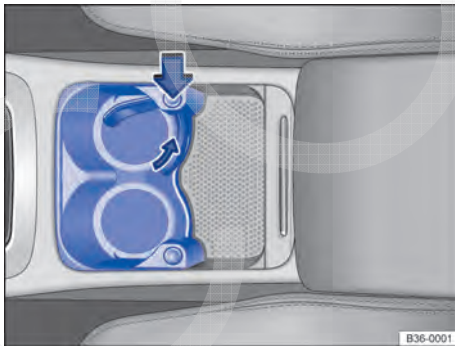

Fig. 208 No console central: porta-copos dianteiro.
- Apertar o botão ⇒ Fig. 208 (seta grande) para liberar o suporte.
- Desrosquear o engate do suporte de sua fixação, girando no sentido contrário ao da seta menor ⇒ Fig. 208 e removê-lo.